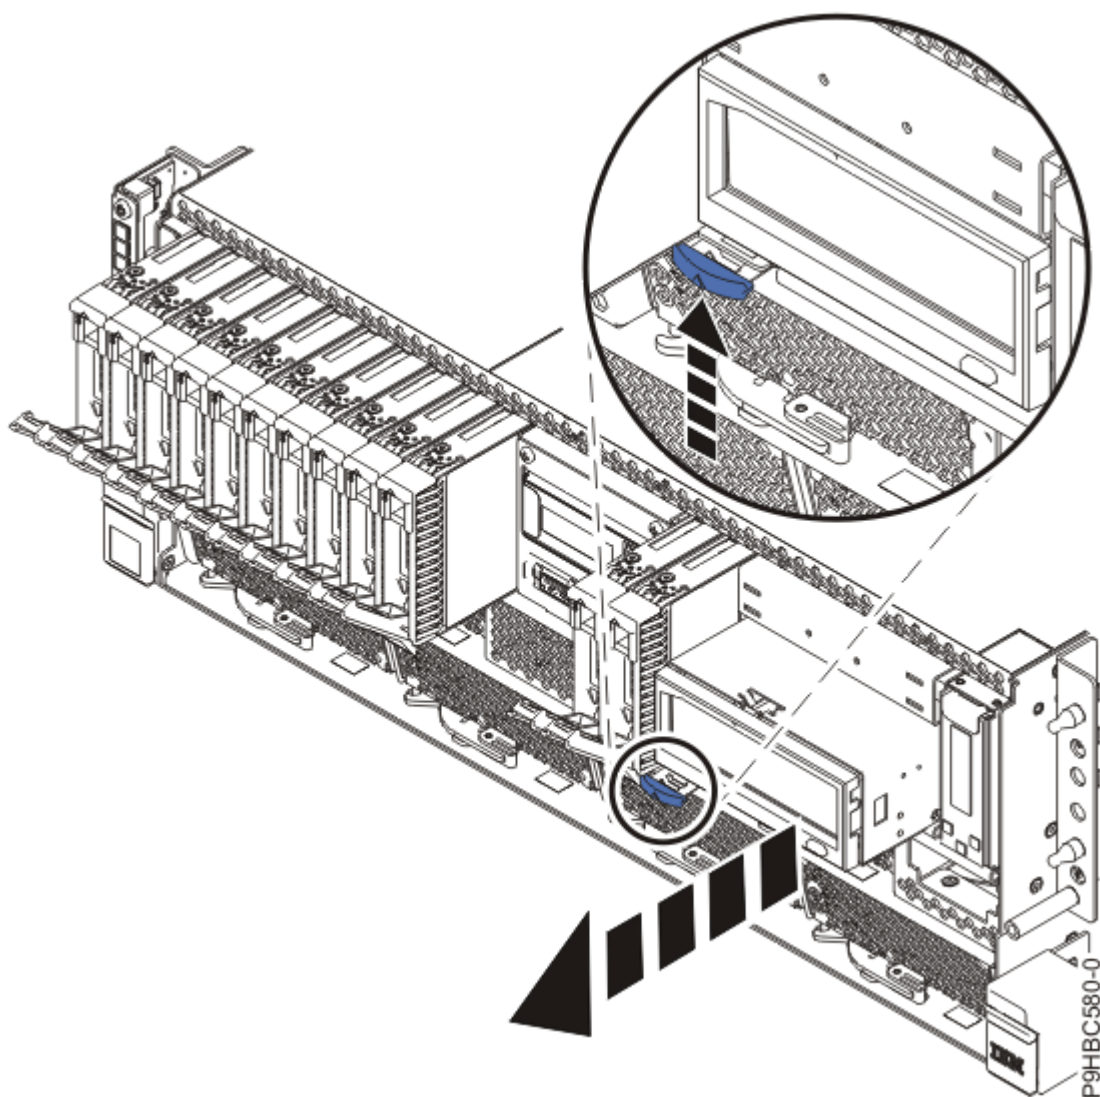

Figure 15. Retrait partiel de la station d'accueil RDX
- b) Si le serveur est doté d'une unité RDX, poussez vers le haut le loquet de la station d'accueil RDX en respectant le sens de la flèche, comme indiqué à la Figure 15, à la page 17.